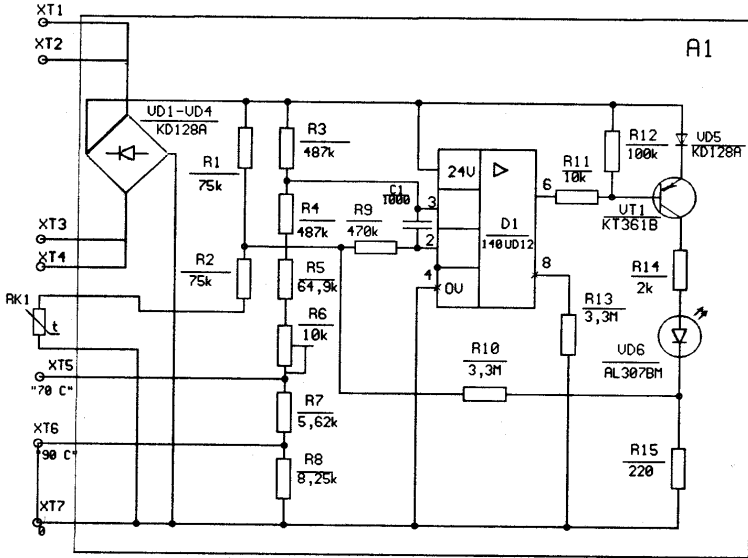

Рис. 4.1 Схема электрическая принципиальная
4.3. Принципиальная электрическая схема извещателя приведена на рис.4.1.